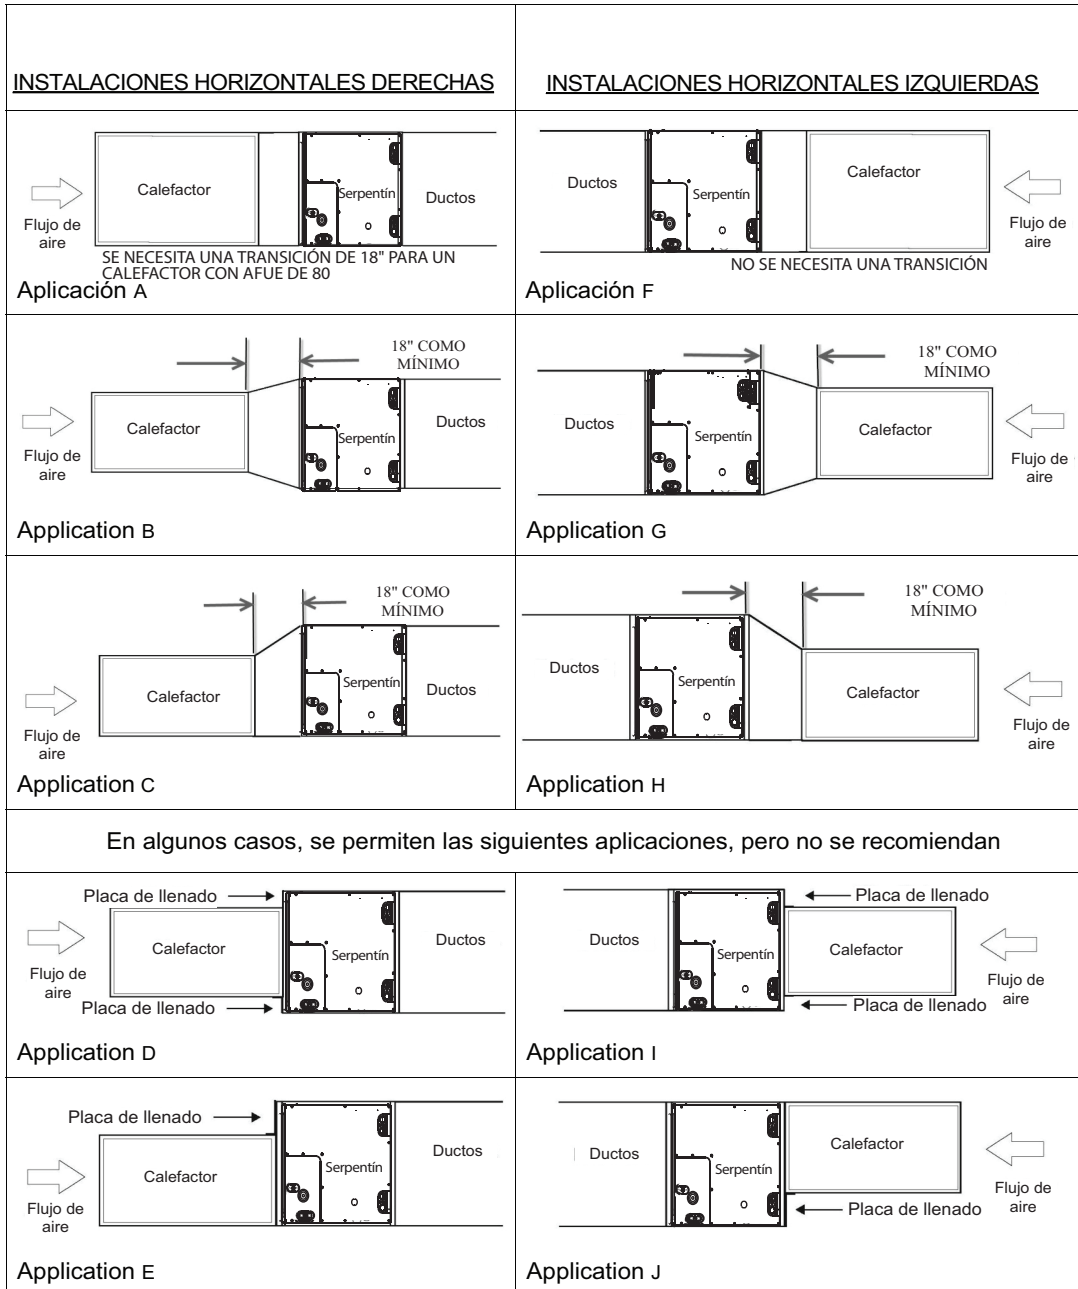

Fig. 10: Aplicaciones de instalación horizontal
La unidad se puede instalar en una plataforma de trabajo, se puede asegurar en un soporte de techo en el ático, se puede suspender desde ganchos en las vigas del suelo en los vacíos sanitarios o se puede instalar en bloques. Está diseñada para permitir el flujo de aire en cualquier dirección, con fin de que se acople con instalaciones de calefactores horizontales a la izquierda u horizontales a la derecha. Asegúrese de que el gabinete del serpentín esté nivelado de lado a lado y de delante hacia atrás. Se permite agregar hasta 1/2 in de curva adicional sobre la longitud y la profundidad del gabinete del serpentín en la dirección de la conexión del recipiente de drenaje (Fig. 10).
6. Si el serpentín es más ancho que el calefactor, utilice una transición mínima de 18 in y tornillos autorroscantes para fijar el calefactor (Fig. 10).
5. Si el serpentín es más ancho que el calefactor, utilice una transición mínima de 18 in y tornillos autorroscantes para fijar el calefactor (Fig. 10).